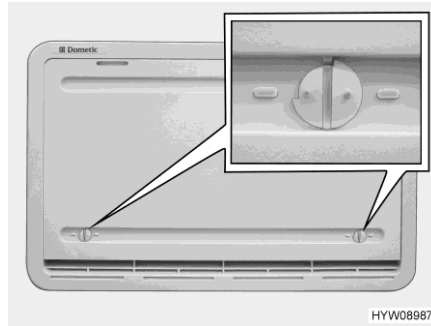

Bild 265 Vinterskydd
När kylskåpet ska vara i drift vid låga utetemperaturer, rekommenderar tillverkaren användning av ett vinterskydd (Bild 265) för kylskåpets ventilationsgaller.
- Öppna båda lås (Bild 265) (noten står horisontellt).